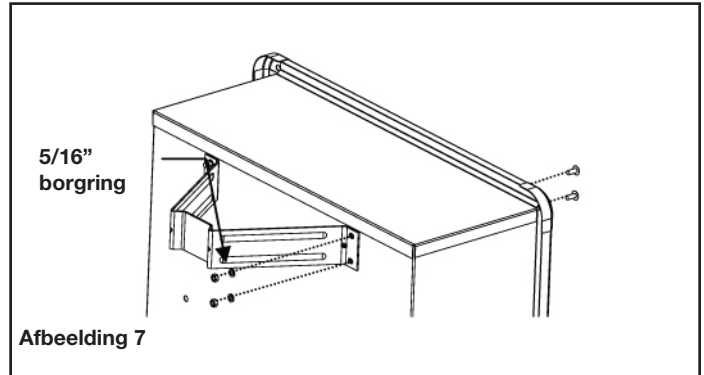

Afbeelding 4
4. Druk de 1/4" x 3-1/2" kruiskopbout door de spacer en draai deze vast met een 1/4" nylon borgmoer. Zie afbeelding 4.